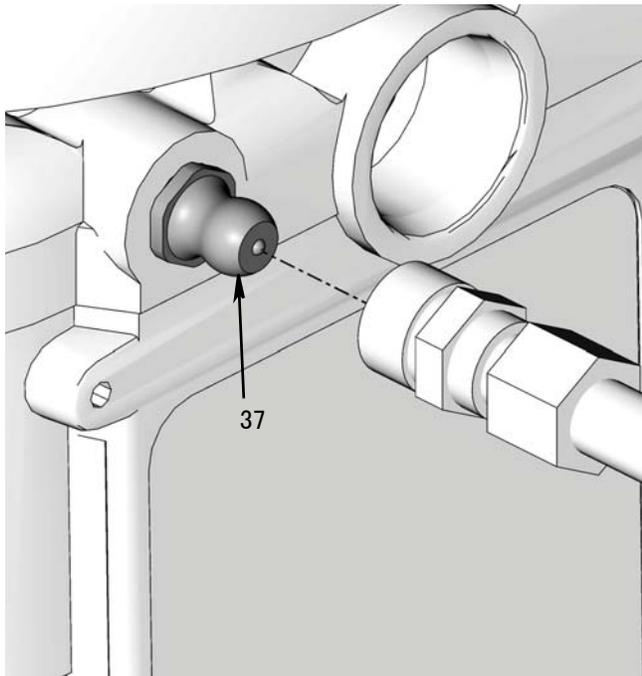

图 11
1. 将加注管连接到入口配件 * (37)（图 11）。
1. 将加注管连接到入口配件（图 11）。